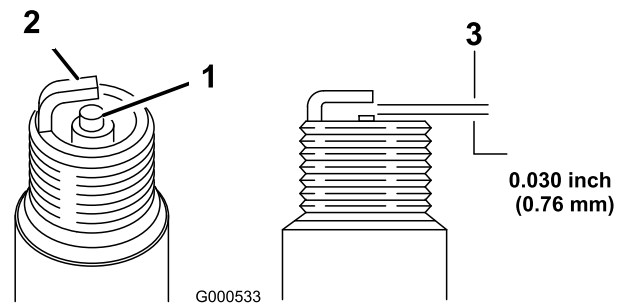

Bild 24
1. Sehen Sie sich die Mitte der Zündkerze an (Bild 24). Wenn der Kerzenstein hellbraun oder grau ist, ist der Motor richtig eingestellt. Eine schwarze Schicht am Kerzenstein weist normalerweise auf einen schmutzigen Luftfilter hin.
2. Prüfen Sie den Abstand zwischen der mittleren und der seitlichen Elektrode (Bild 24) und biegen Sie die seitliche Elektrode, wenn der Abstand falsch ist.